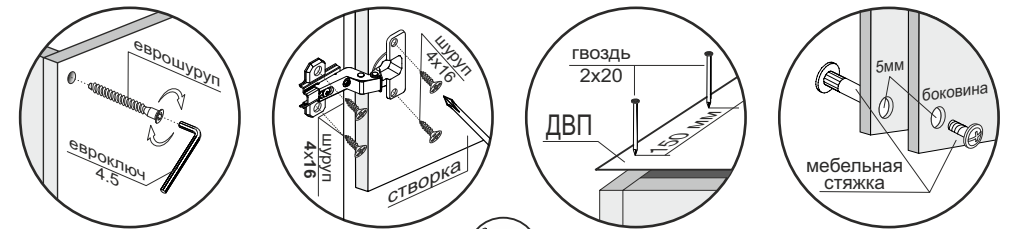

Рис.1
3. Соединить боковины (1,2), крыши (3), стяжки (4) и заднюю стенку (5) еврошурупами (рис.1,2).
4. Перевернуть изделие лицевой частью вниз и замерить диагонали секции (они должны быть равны:  $\pm 2$  мм). Прибить гвоздями 2x20 заднюю стенку, состоящую из ДВП (6,7), и прикрутить навесы шурупами 4x20 П/Ш (рис.1,2).
5. Монтировать навесные полки к стене с помощью дюбель-винтов (рис.1,2).
7. Навесить створки (8), используя петли и шурупы 4x16 (рис.1,2). Отрегулировать петли.
8. Шурупами 4x32 П/Ш прикрутить ручки к створкам (8).